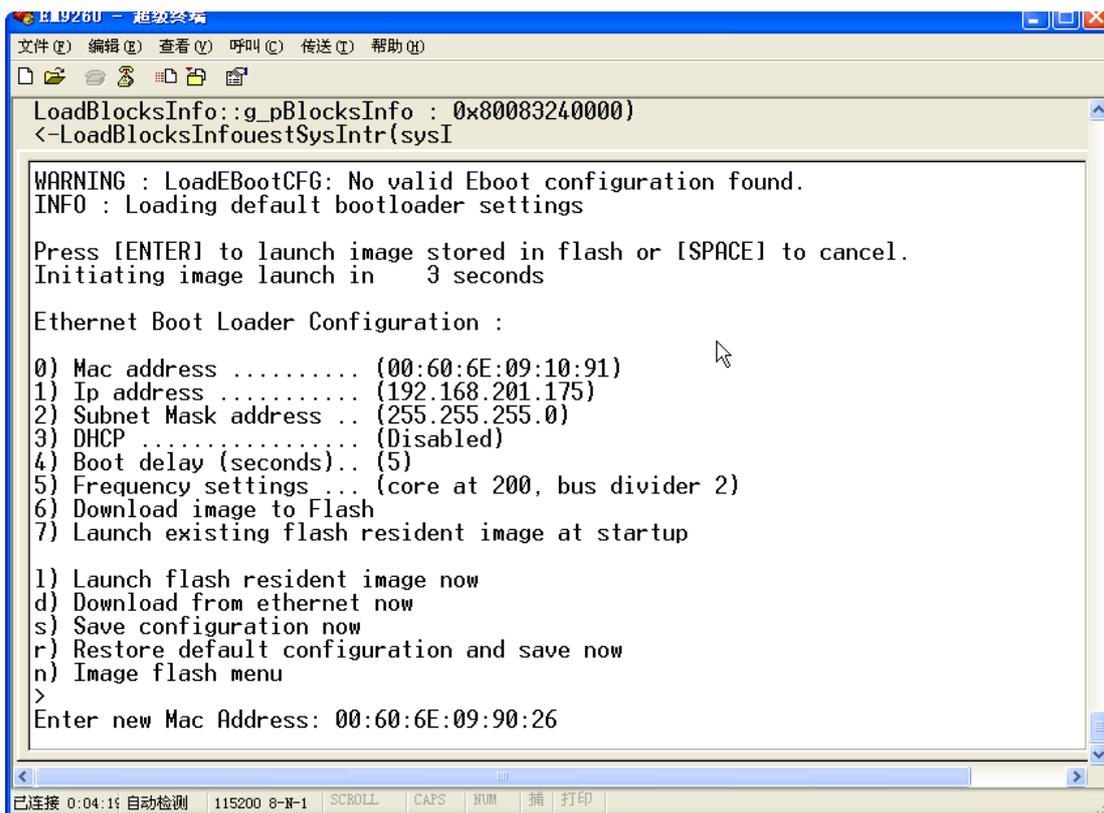

图 3 更改 Mac 地址
4、重启开发板，按空格键进入 EBOOT，更改 Mac。如图 3 所示。回车后，按 S 保存更改的信息。